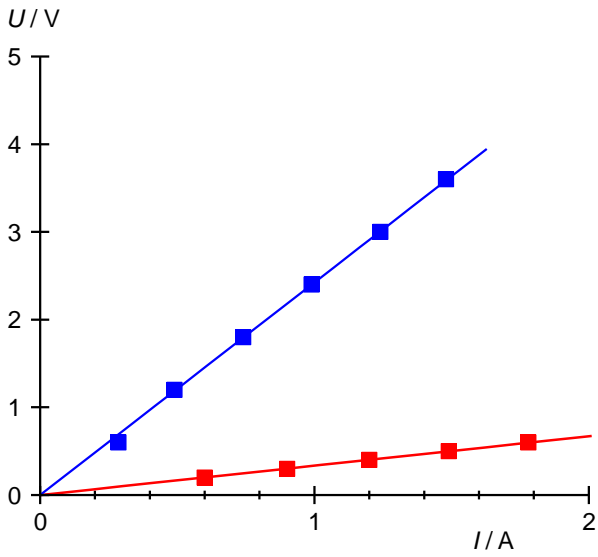

Fig. 2: Diagramma  $U-I$  per filo di costantana (blu) e filo di ottone (rosso) con lunghezza  $x = 1$  m e spessore  $d = 0,5$  mm.
- Rappresentare i valori di misurazione per ciascuno dei tre parametri  $\rho$ ,  $x$  e  $d$  in un diagramma  $U-I$  (Fig. 2, 3, 5).
- Adattare ai punti di misurazione  $U(I)$  rette di origine dalla cui pendenza si ricavano direttamente, in base a (1), le resistenze ohmiche  $R$  (Tab. 4, 6, 7).
- Nel caso di fili di diverso materiale, con l'ausilio dei valori noti di lunghezza  $x$  e spessore  $d$  calcolare direttamente in base a (2) il valore della resistenza specifica  $\rho$  (Tab. 5).
Tab. 4: Resistenza ohmica per un filo di costantana e un filo di ottone con lunghezza  $x = 1$  m e spessore  $d = 0,5$  mm, determinata a partire dalla pendenza delle rette adattate ai punti di misurazione in Fig. 2.